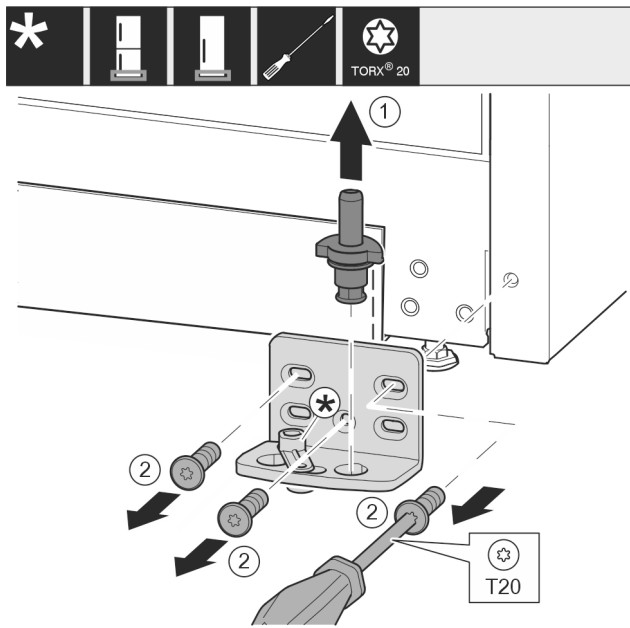

Fig. 13
- ▶ Lagerbouten compleet vanaf de bovenkant eruit trekken. Fig. 13 (1)
- ▶ Schroeven met schroevendraaier T20 eruit draaien en de lagerbus eraf halen. Fig. 13 (2)